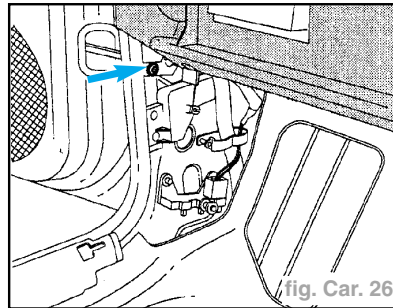

fig. Car. 26
- Dévisser entièrement la vis (2) à gauche et à droite.
- Dévisser entièrement la vis (flèche) à gauche et à droite (fig. Car. 26).